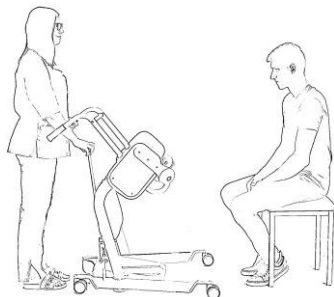

Fig. 1
- 3 Juster den fleksible basen til Mover – Flexi, om nødvendig, og nærme seg pasienten. (Se Fig. 1.)